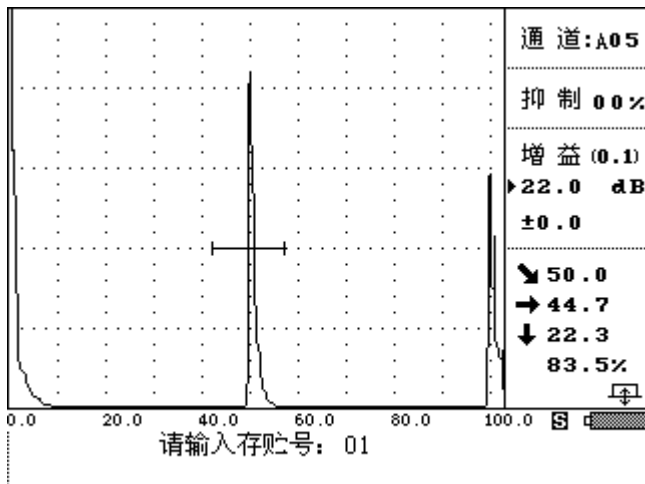

图 3-5-1
- ① 按  键或转动旋钮到  栏单击旋钮进入检测状态后，再按  键或转动旋钮到  栏单击，仪器滚出提示输入信息，如图 3-5-1 所示：